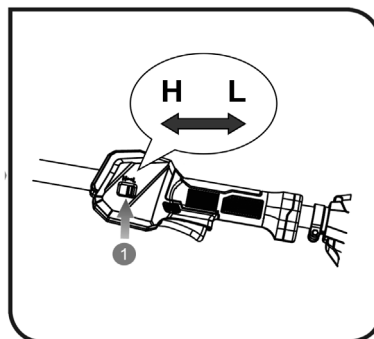

Рис. 11
7.4. Переключение скорости вращения (рис. 11)
Триммер имеет два режима скорости вращения. Выбор скорости вращения осуществляется переключателем (1) (рис. 11), который имеет два положения: